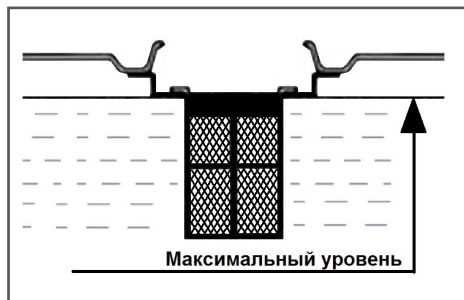

Рис. 10 Максимальный уровень топлива в топливном баке
Максимальный уровень топлива показан на Рис. 10.
3. Залейте бензин в топливный бак при помощи специальной емкости или воронки до уровня, показанного на Рис. 10.